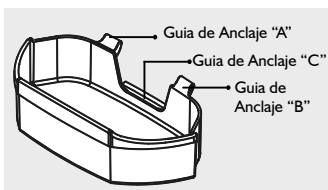

Figura 37
- Introduzca la guía de Anclaje "A" y "B" en el canal superior de la contrapuerta (Figura 37, 38)